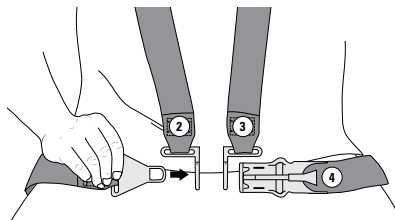

Fig. 17
2. Passer la sangle de l'épaule droite sur l'épaule, puis insérer la fente du lien de l'épaule droite dans le lien de la ceinture sous-abdominale (fig. 17).
3. Passer la sangle de l'épaule gauche sur l'épaule, puis insérer la fente du lien de l'épaule gauche dans le lien de la ceinture sous-abdominale qui se trouve à côté du lien de la sangle de l'épaule droite (fig.17).
4. Insérer le lien de la ceinture sous-abdominale dans le levier situé sur la ceinture sous-abdominale du côté opposé (fig. 17).